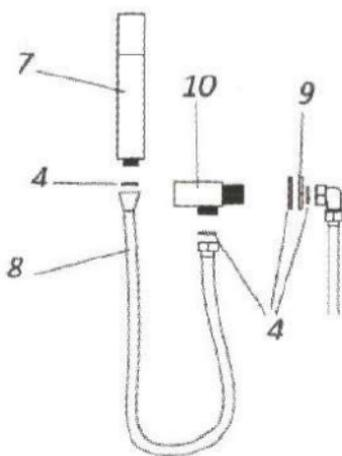

Figura 04
C. Monte o suporte do chuveiro e da ducha e conecte com o corpo principal (Veja figura 04);